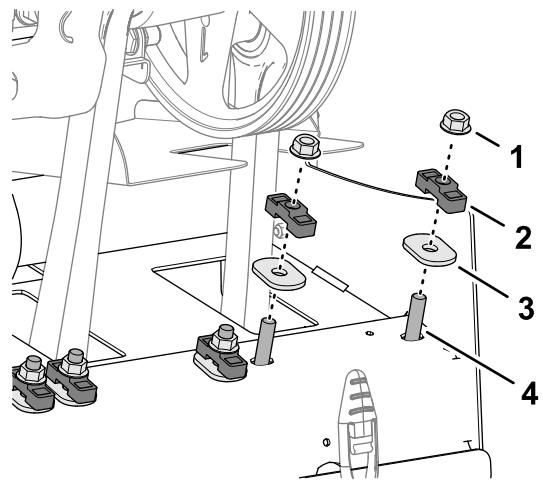

Bild 121
1. Entfernen Sie die beiden Sicherungsbundmutter, mit denen die Roto-Link-Dämpferwelle am hinteren Rahmen der Maschine befestigt ist (Bild 121).